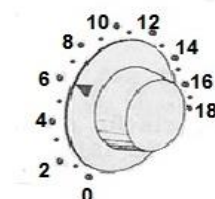

Figura 1: Máscara indicativa a ser prevista para os potenciômetros de ajuste da tensão.
3. Os potenciômetros de ajuste da tensão (ajuste fino e grosso) deverão apresentar marcação indicativa dos valores de tensão em intervalos aproximados de 2 V ou 3 V, conforme sugere a Figura 1.